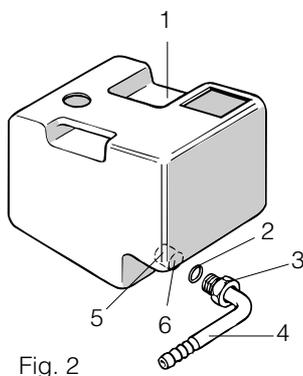

Fig. 2
- 2) Monter le joint d'étanchéité, le tuyau et la bague sur l'embout du réservoir (voir fig. 2).